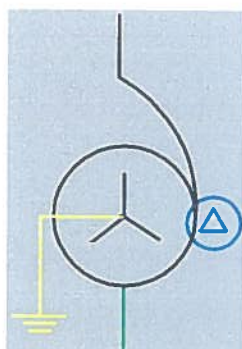

Fig. 7.92
1. Autotransformatorul este **„sub tensiune”** în această situație AT-ul prezintă potențial electric la bornele sale. AT-ul va fi colorat în funcție de nivelul de tensiune superior la care se află (exemplu fig.7.92 AT-ul 220/110kV este colorat în verde conform nivelului de tensiune de 220kV).